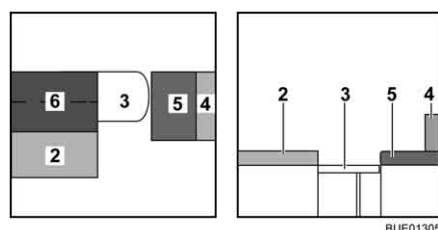

Fig. 132 Pendant la transformation
- Relever le coussin supplémentaire (Fig. 132,6) et le placer sur la table.